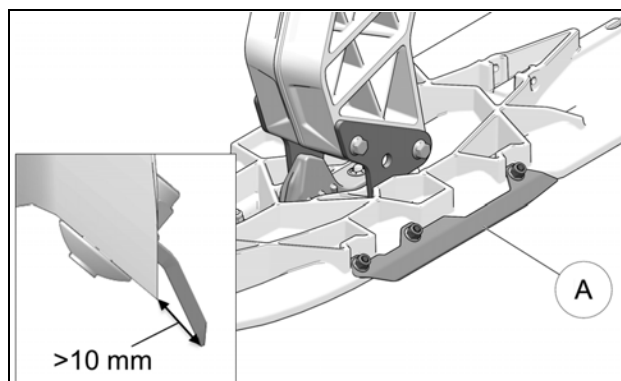

Figure 39
Vérifier les lisses latérales (A) au ski. Si elles montrent des plats de plus de 1 mm sur la longueur, elles doivent être réaffûtées. Si la mesure entre le bord du ski et le bord de la lisse est inférieure à 10 mm (13-14 mm à l'origine), la pièce doit être remplacée. Figure 39.